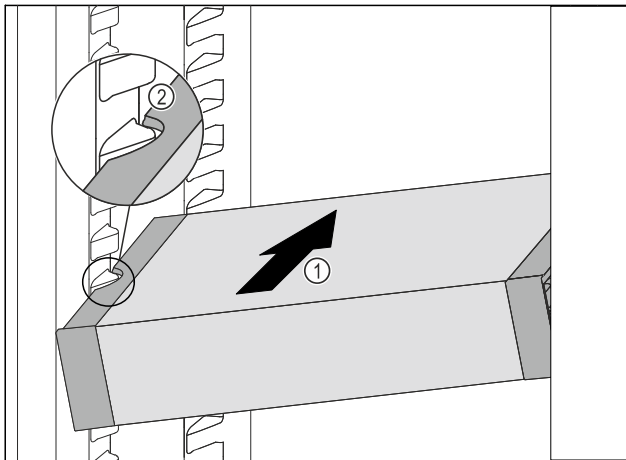

Fig. 80
- ▶ VarioSafe schräg in das Kühlteil einschieben Fig. 80 (1), bis sich die seitlichen Aussparungen Fig. 80 (2) des VarioSafes auf Höhe der Behälterrippe im Kühlteil befinden.